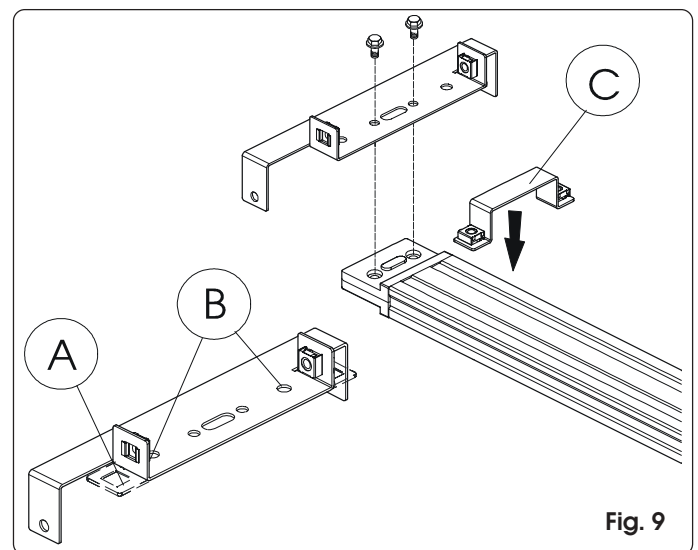
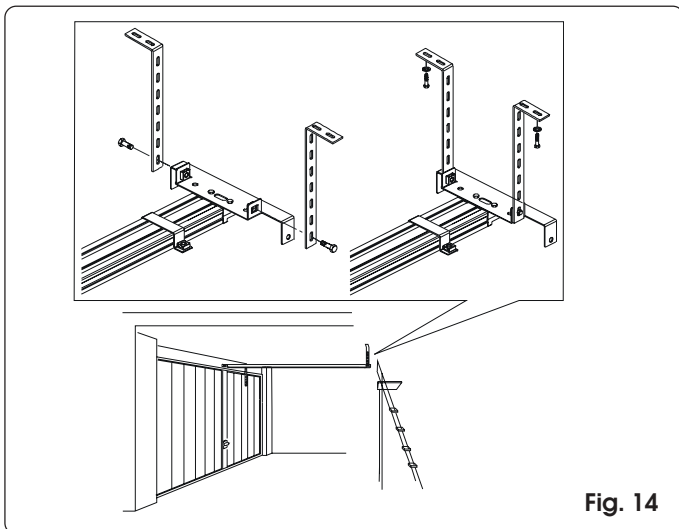

Fig. 9
Fig. 14
Monter l'attache arrière dans le logement prévu à cet effet sur le groupe d'embrayage de la traction (fig. 9).
Si l'opérateur doit être directement installé au plafond, couper ou replier les équerres de fixation (fig. 9 réf. A) et retirer, dans ce cas, l'écrou en cage. Fixer en utilisant les trous prévus à cet effet (fig. 9 réf. B). Préparer une cale d'environ 5 mm d'épaisseur à placer entre l'attache arrière et le plafond.
- 11) Monter les pattes sur l'attache arrière et repositionner le rail (fig. 14).
- 12) Marquer les points de fixation au plafond et percer (en veillant à protéger le rail), puis poser l'équerre de fixation avant de l'opérateur (fig. 9 réf. C et fig. 14) et terminer l'installation du rail.